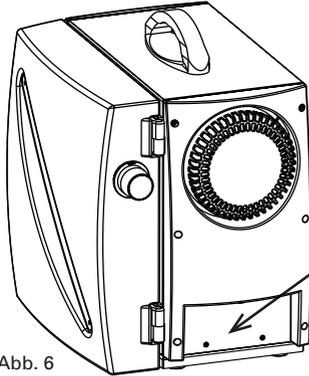

Abb. 6
- Prüfen Sie, bevor Sie das Gerät an das Stromnetz anschließen, ob die Spannung auf dem Typenschild (Abb. 6) mit Ihrer Netzspannung übereinstimmt.